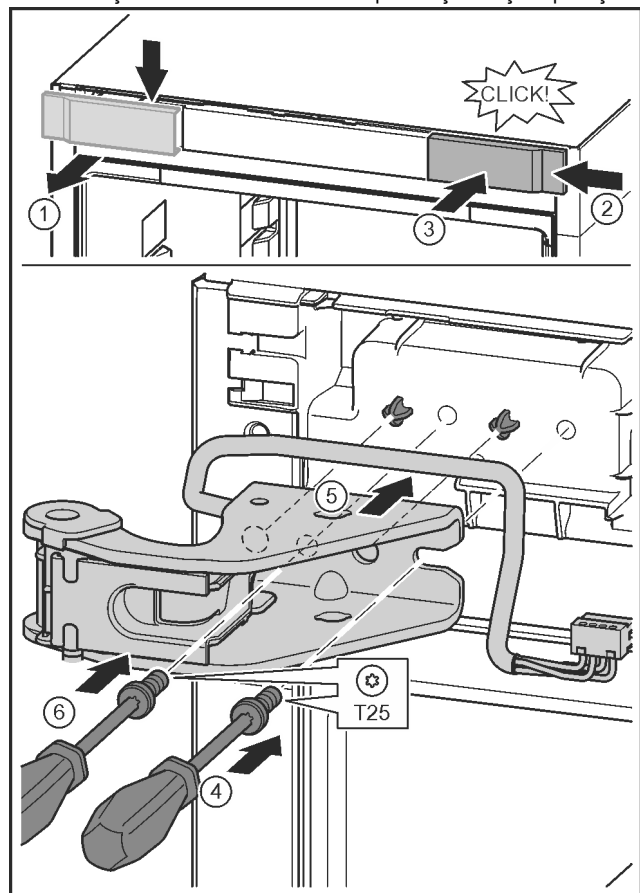

Fig. 28
- ▶ Desprindeți capacul și scoateți-l în lateral. Fig. 28 (1)
- ▶ Acroșați pe cealaltă parte din dreapta capacul rotit cu 180°. Fig. 28 (2)
- ▶ Fixați capacul în poziție. Fig. 28 (3)
- ▶ Aplicați șurubul cu șurubelnița T25. Fig. 28 (4)
- ▶ Aplicați suportul de lagăr superior. Fig. 28 (5)
- ▶ Înșurubați ferm șurubul. Fig. 28 (4)
- ▶ Introduceți șurubul cu șurubelnița T25 și înșurubați ferm. Fig. 28 (6)